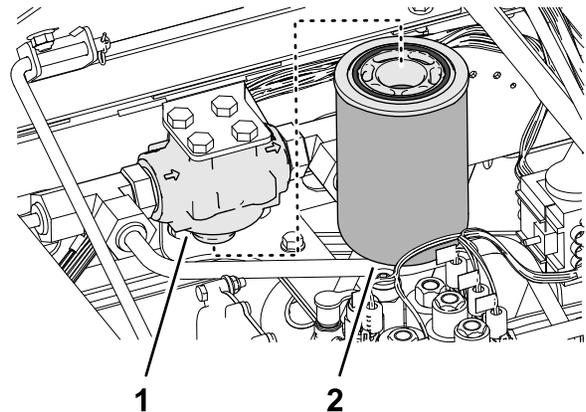

Figure 152
3. Nettoyez la surface autour du filtre de charge et de la tête du filtre (Figure 152).